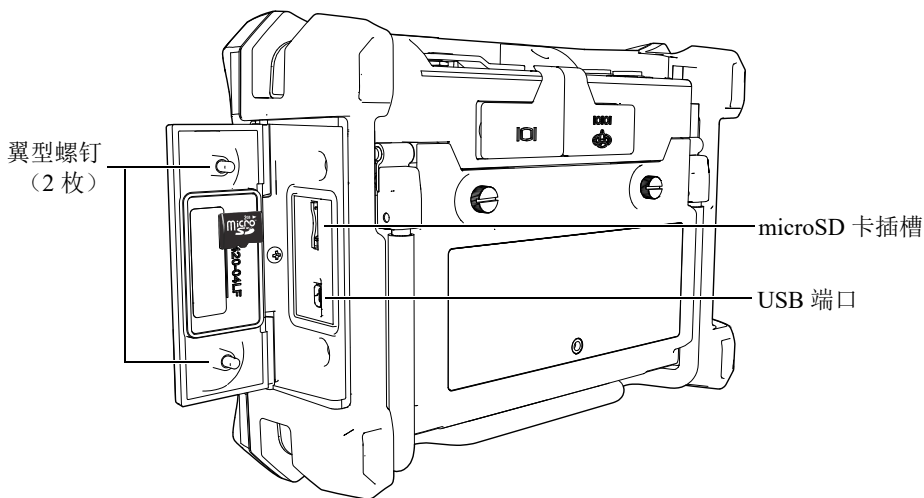

图 1-13 安装 microSD 卡
2. 拧松两个翼型螺钉，然后打开 Magna-Mike 8600 I/O 舱盖（参见第 36 页的图 1-13）。